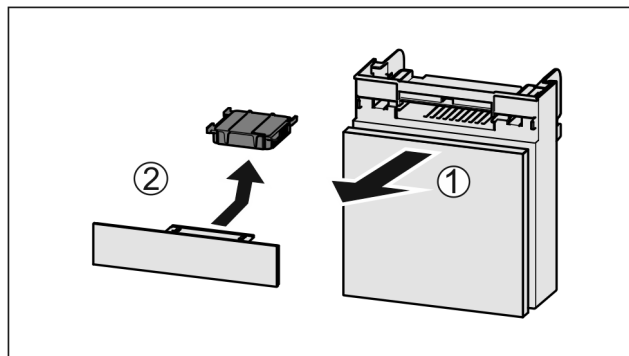

Fig. 199
- Tërhiqni kutinë nga përpara Fig. 199 (1).
- Hiqni filtrin me karbon aktiv Fig. 199 (2).